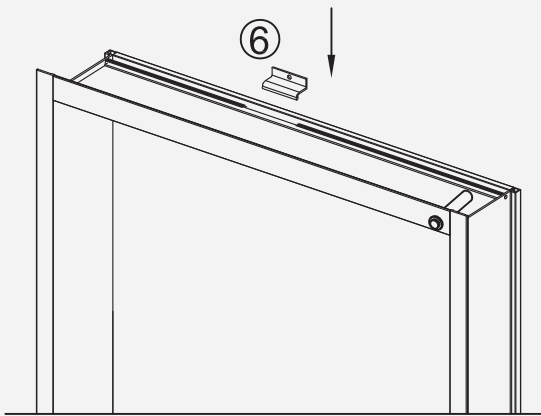

Fig 9
4. Inserte los clips Z ⑥ de montaje en superficie, como se muestra (Fig 9 y 10).